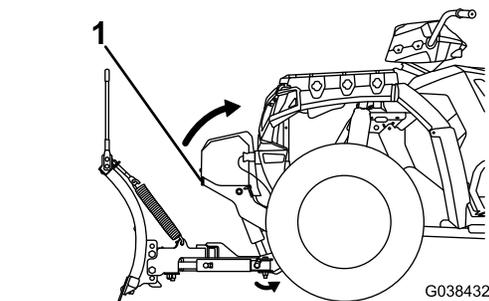

Figura 19
6. Usando el mango del acoplador, tire hacia arriba de la torre del acoplador hasta que los pasadores de resorte del acoplador encajen (Figura 19).
8. Tire hacia afuera del mango del soporte y levante el soporte (Figura 19).